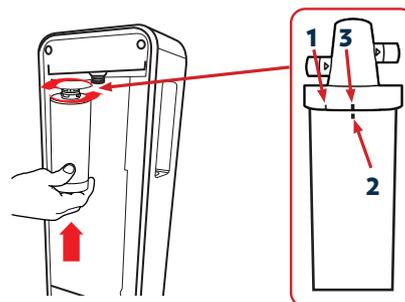

Fig. 3-29
36.4 – Prendere il filtro nuovo dopo averne rimosso la pellicola e il tappo protettivo, posizionarlo nella sede di aggancio allineando il marcatore 2 del filtro alla posizione di inserimento 1, ruotare il filtro da sinistra verso destra fino a raggiungere il finecorsa 3. Il marcatore sul filtro 2 dovrebbe ora essere in linea con il finecorsa 3 sulla testata del filtro, vedi Fig. 3-29.